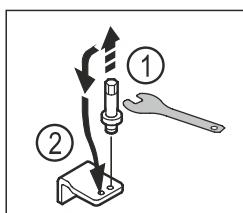

Fig. 22
- ▶ Odvrnute svornjak donjeg ležajnog postolja vanjskim šesterostranim ključem veličine 5. Fig. 22 (1)
- ▶ Umetnite svornjak na suprotnu stranu. Fig. 22 (2)